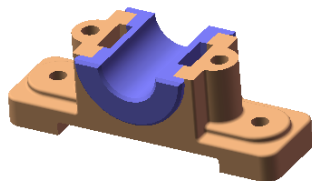
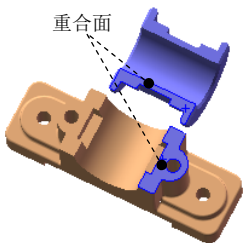
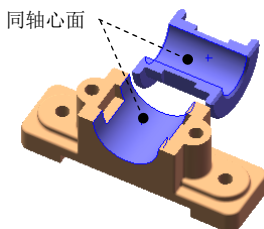
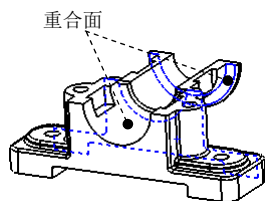

图 4.12.3 添加轴套零件
图 4.12.4 选取重合面
图 4.12.5 选取同轴心面
图 4.12.6 选取重合面
Step3. 添加图 4.12.3 所示的轴套并定位。选择下拉菜单 **插入(I)** → **零部件(P)** → **现有零件/装配体(E)** 命令，系统弹出“插入零部件”窗口，单击“插入零部件”窗口中的 **浏览(B)...** 按钮，在弹出的“打开”对话框中选取 sleeve.SLDPRT，单击 **打开(O)** 按钮，在图形区单击，将零件放置到图 4.12.3 所示的位置；选择下拉菜单 **插入(I)** → **配合(M)...** 命令，系统弹出“配合”窗口，单击 **标准配合(A)** 窗口中的 **重合面** 按钮；选取图 4.12.4 所示的两个面为重合面，单击快捷工具条中的 **✓** 按钮；单击 **标准配合(A)** 窗口中的 **同轴心面** 按钮，选取图 4.12.5 所示的两个面为同轴心面，单击快捷工具条中的 **✓** 按钮；单击 **标准配合(A)** 窗口中的 **重合面** 按钮，选取图 4.12.6 所示的两个面为重合面，单击快捷工具条中的 **✓** 按钮，然后单击 **✓** 按钮；单击“配合”窗口的 **✓** 按钮，完成零件的定位。